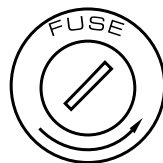

Fig.8
2. Con un cacciavite, rimuovere il portafusibile (fig.8) dalla sua sede e il fusibile bruciato dal suo supporto; sostituire il fusibile con uno identico per tipologia e valore.